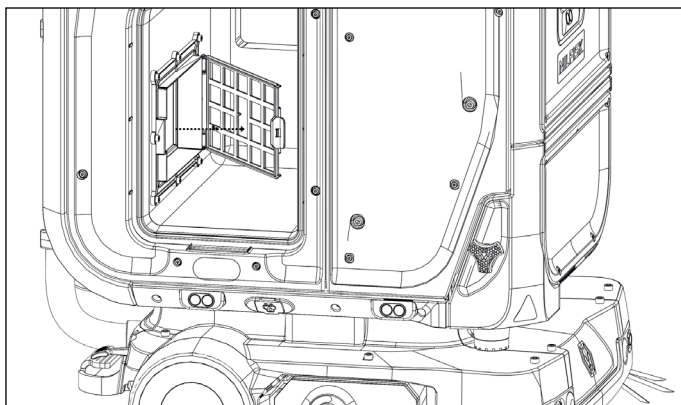

Figure 83
3. Ouvrez le porte-filtre (21) (Fig. 4) en appuyant sur le loquet en plastique bleu et en le tournant pour l'éloigner de vous (Fig. 83).